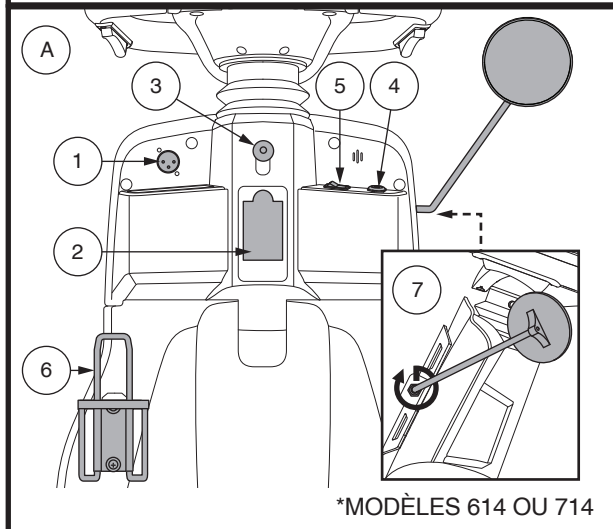

Figure 7. Composants du guidon inférieur
Pour charger les batteries, le cordon du chargeur doit être branché dans ce réceptacle. Le réceptacle est situé sur le guidon. Voir la figure 7.
- Insérez la clé dans le contact et tournez-la dans le sens horaire pour allumer votre scooter. Voir la figure 7.
Ce commutateur permet de sélectionner le levier d'accélérateur (gauche ou droit). Voir la figure 7.